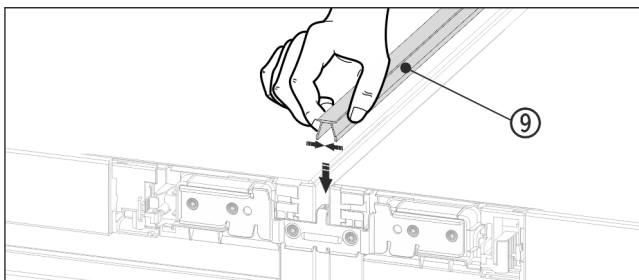

Fig. 19
- ▶ Nyomja a felső oldalon a rövid fedőlécet Fig. 19 (9) a nyílásba.